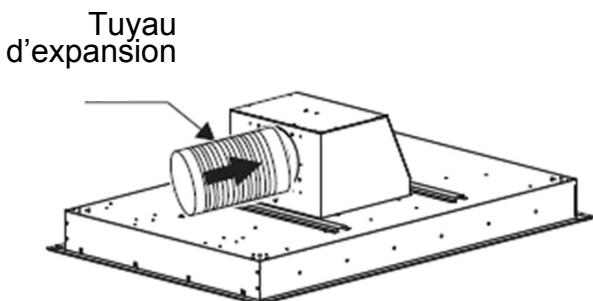

Figure 10
- d. Installez la bande décorative du panneau et appliquez bien le filtre dans l'ordre inverse des étapes a/b ci-dessus ; pendant ce temps, installez le tuyau d'expansion à la sortie (voir la figure 10).